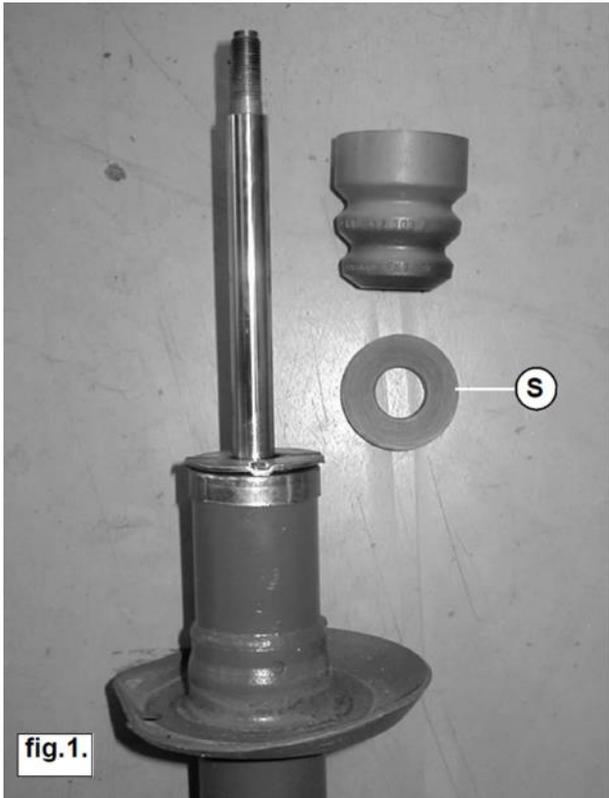
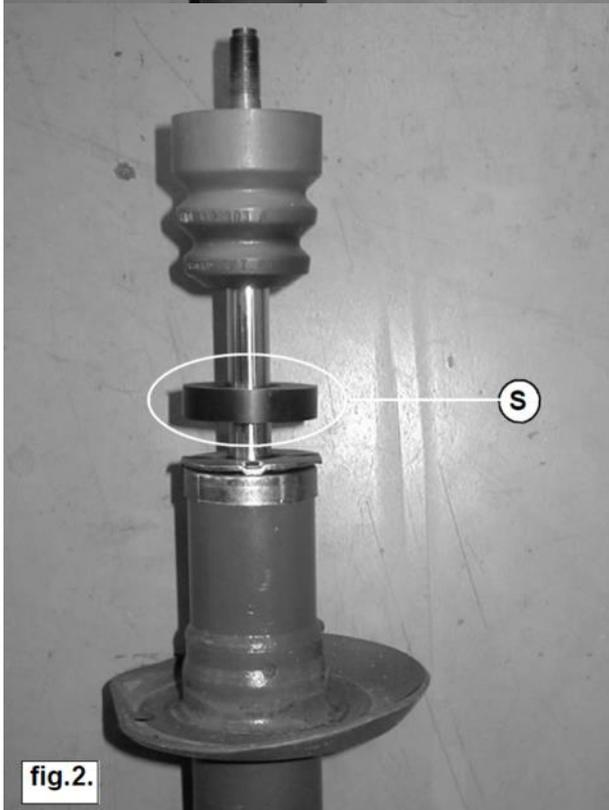

fig.1.
fig.2.
1. Détachez la fixation des câbles des capteurs ABS de l'essieu arrière en soulevant la voiture hors des ressorts. Cf. fig. 2.
1. Plaats het meegeleverde kunststof schoteltje **S** direct boven op de zuigerbuis van de schokdemper van de voorzijde van de auto. (Zie fig. 1 en fig. 2)
1. Place plastic disc **S** (supplied) directly above the suction tube on the front shock absorber. (See fig. 1 and 2)
1. Den mitgelieferten Kunststoffteller **S** oben auf dem Stoßdämpferrohr des vorderen Stoßdämpfers anbringen. (Siehe Abb. 1 und 2).
1. Placez la coupelle jointe en plastique **S** directement au dessus de la tige de l'amortisseur avant. (Voir fig. 1 et 2).